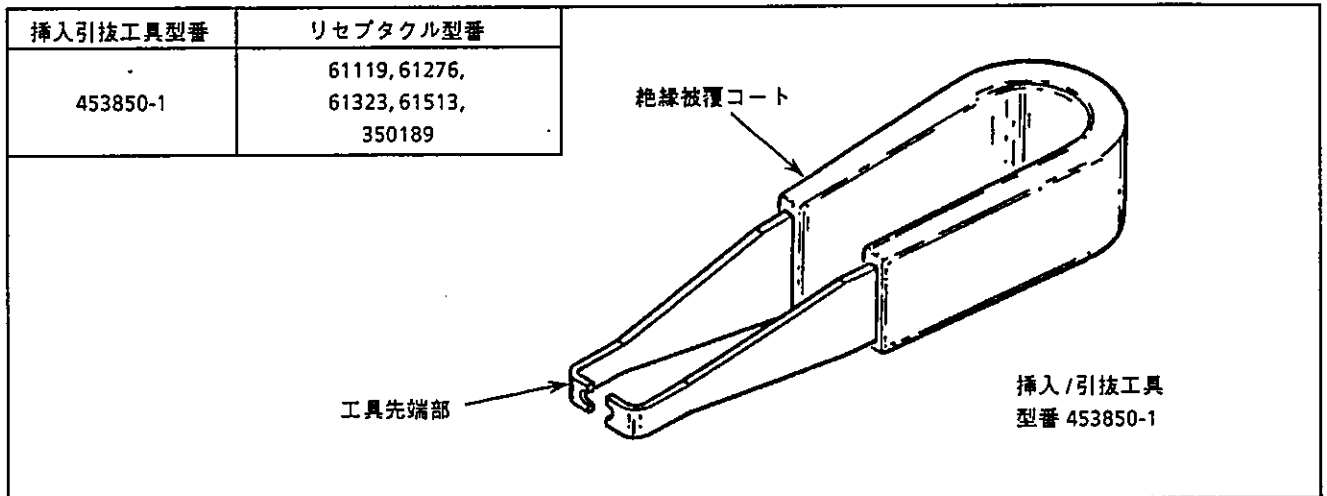

Fig. 1
本取扱説明書はFig. 1 に掲げてある AMP 1.47mm (.058) 径基板用リセブタクル・コンタクトを基板に挿入又は引抜きをする為に設計されました。作業前に本書をよくお読み下さい。
2. 工具の説明 (Fig. 1 参照)